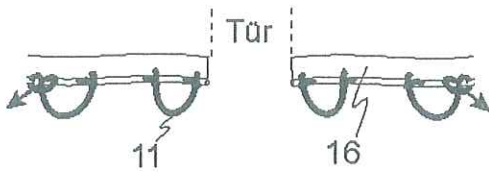
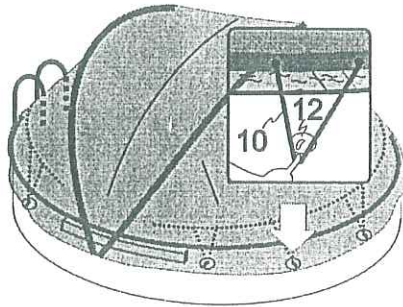
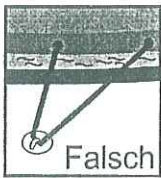

Abb. 8.1
Abb. 8.2
Abb. 8.3
## Richtige Einstellung von Gummiseilen (Abb. 8.1 bis 8.4)
Durch die Gummiseile (11) wird der Cabrio Dome auf dem Schwimmbecken gespannt! (Abb. 8.1) Im Keder (16) sind mehrere Löcher vorhanden. An die ersten zwei Löcher, rechts und links von der Tür wird jeweils ein Gummiseil (11) angeknüpft. Andere Gummiseile (11) an die zwei Löcher, die sich über einen Haken (13) befinden, durchstecken und an Keder verknüpfen. (Abb. 8.2) Den zweiten Knoten nicht zu fest zuziehen, damit das Gummiseil eventuell noch verstellt werden kann. Die Haken (13) befinden sich immer in der Mitte – bitte, das Bild beachten. (Abb. 8.3) Ist das nicht der Fall, das Gummiseil (11) auf neue Löcher anknüpfen!! Ausnahme sind nur die ersten Haken (13) rechts und links von der Tür.